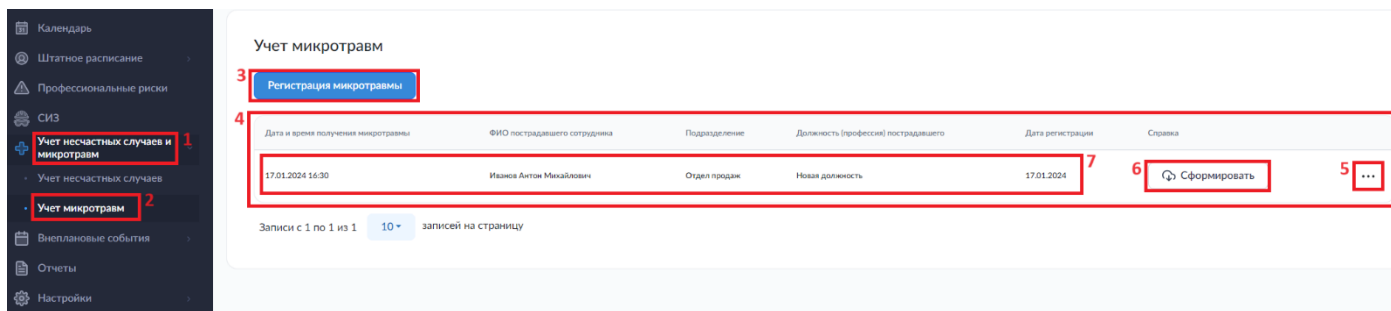

Рисунок 100. Раздел «Учет несчастных случаев и микротравм». Подраздел «Учет микротравм»
Внесение в систему сведений о микротравме проводится в подразделе «Учет микротравм» (2) раздела «Учет несчастных случаев и микротравм» (1) (рис. 100). Для того, чтобы внести в систему информацию о микротравме необходимо нажать на кнопку «Регистрация микротравмы» (3).